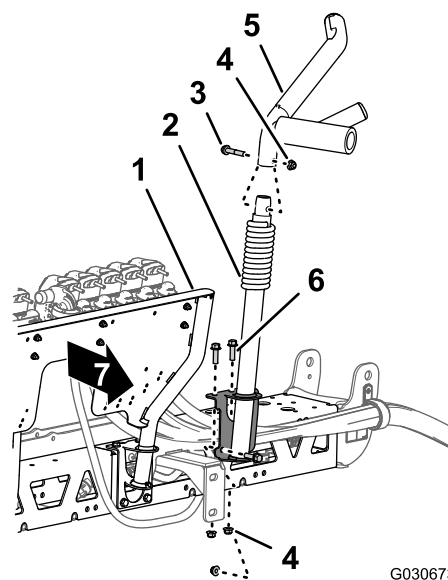

Bild 123
4. Fluchten Sie die Löcher in der Befestigungshalterung der neuen Auslegerwiege links unten mit den Löchern an der Ober und Vorderseite (links von der Zylinderbefestigung) des neuen mittleren Auslegerabschnitts aus (Bild 123).
6. Befestigen Sie an der Wiege links unten die obere Wiege, die Sie in Schritt 1 in Entfernen der Auslegerwiege \(Seite 39\) entfernt haben, mit der Bundkopfschraube (3/8" x 2") und der Sicherungsbundmutter (3/8") an der unteren Wiege (Bild 123).